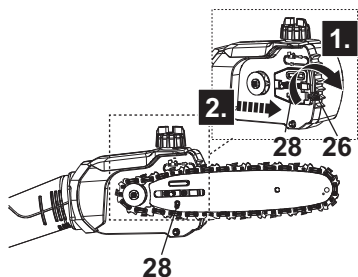

Fig. 9
8. Vissez la vis de tension (26) à l'aide de l'outil multiple (31) dans le sens des aiguilles d'une montre pour déplacer la goupille de tension (28) / le guide-chaîne (19) vers la droite, afin de resserrer la chaîne de sciage (20) (Fig. 9).